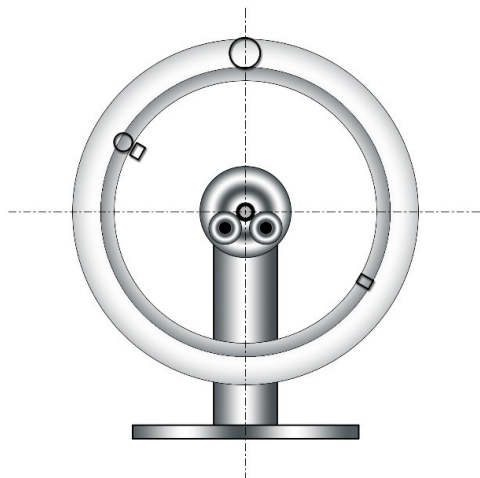

Figure 3 : Jante neutre position de repose pneu monté
- Pratiquez le pneu sur la jante neutre et laissez-la basculer. L'endroit le plus léger se trouve à nouveau en haut (voir Fig. 3). Marquez cet endroit dans une couleur différente.